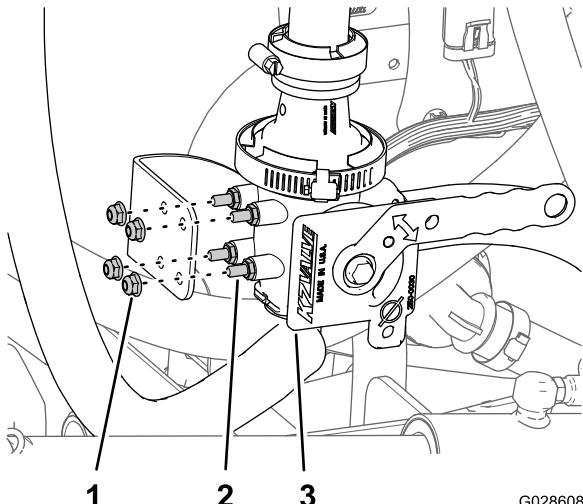

Bild 22
6. Fluchten Sie die Bolzen des Ejektorventils mit den Löchern in der Halterung des Ejektorventils und befestigen Sie das Ventil mit den vier Sicherungsbundmuttern (1/4") an der Halterung (Bild 22).